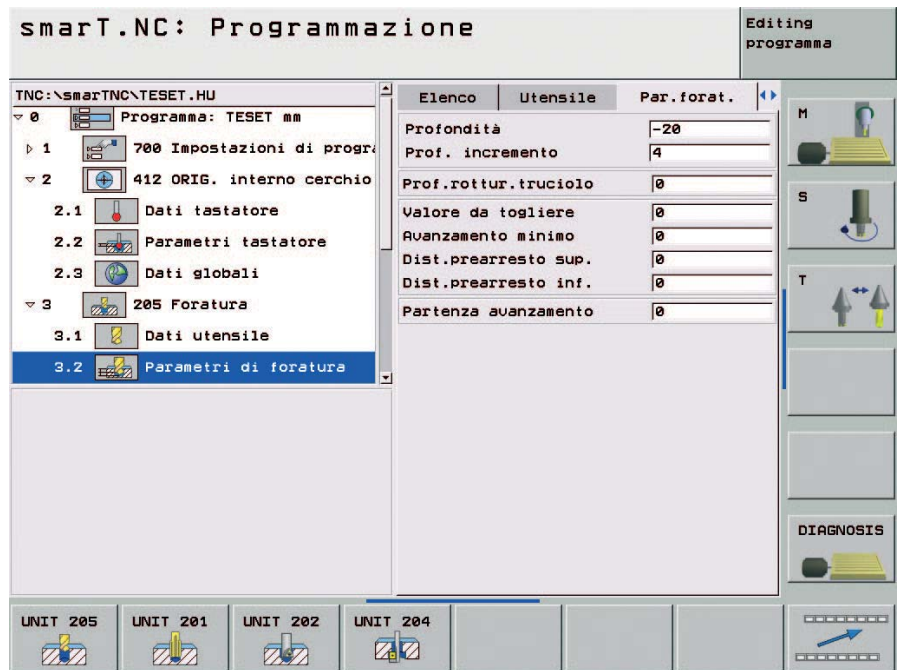

Figura 6: rappresentazione del piano di lavoro con struttura ad albero
- La suddivisione in due parti dello schermo di smarT.NC consente sul lato sinistro la rapida navigazione all'interno della struttura ad albero. Passando da un livello all'altro vengono visualizzate in modo ordinato le lavorazioni programmate sotto forma di piano di lavoro (figura 6).